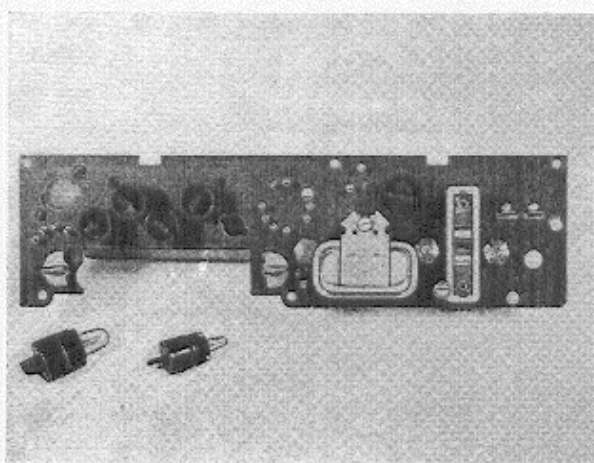

Abb. 132 Grundplatte, Rückseite, mit Kontrollleuchte und Instrumentenleuchte
1. Die Lampen, Abb. 132, sind in Fassungen angebracht, die beim Ausbau entgegen dem Uhrzeigersinn zu drehen sind.